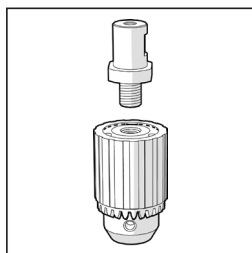

Fig. 10
- Enrosque el portabrocas de 3 mordazas auxiliar en el orificio roscado del adaptador del portabrocas. **(Fig. 10)**